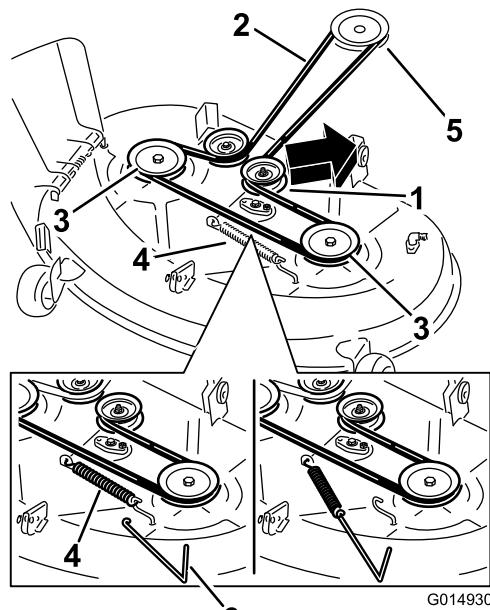
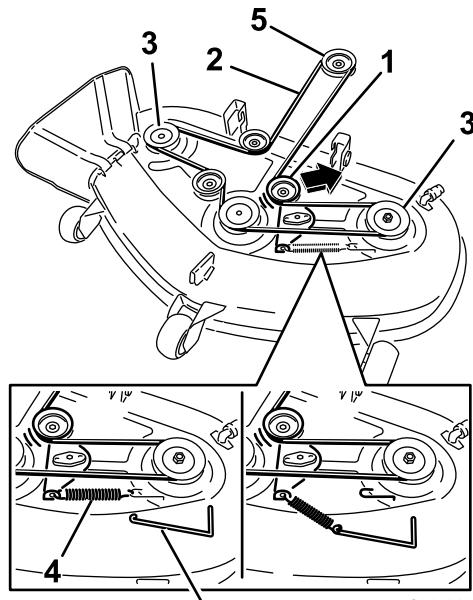

Bild 69
Bild 70
5. Entfernen Sie die Spannscheibenfeder mit einem Werkzeug zur Federentfernung (Toro Bestellnummer 92-5771) vom Mähwerkhaken, um die Spannung von der Spannscheibe zu nehmen, und rollen Sie den Riemen von den Spannscheiben (Bild 69 und Bild 70).
6. Verlegen Sie den neuen Riemen um die Motor- und Mähwerkriemenscheiben (Bild 70).
7. Setzen Sie die Spannscheibenfeder mit einem Werkzeug zur Federentfernung (Toro Bestellnummer 92-5771) auf den Mähwerkshaken, um die Spannscheibe und den Mähwerkriemen zu spannen (Bild 69 und Bild 70).